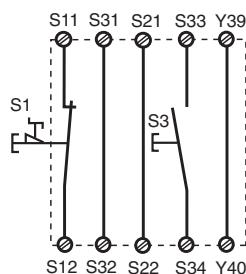

Fig. 3: Circuito de entrada monocanal, arranque supervisado / Circuito di entrata ad un canale, Start controllato / Eénkanalig ingangscircuit, bewaakte start
- Figs. 3, 4, 5, 6, 8:
- Fig. 3, 4, 5, 6, 8: **nessun** collegamento S13-S14
- Fig. 3, 4, 5, 6, 8: **geen** verbinding S13-S14